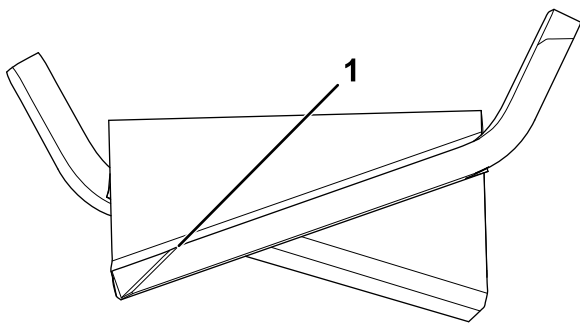

Figura 106
- Utilice una lima u otra herramienta de afilado para afilar el filo de corte en ambos extremos de la cuchilla (Figura 106).
Nota: Si la cuchilla no está equilibrada, rebaje algo el metal en el extremo más pesado de la vela solamente (Figura 106).